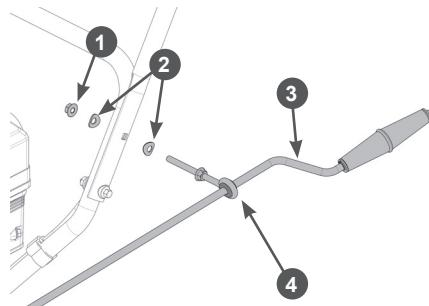

Рис. 13. Установка рычага управления поворотом жёлоба (сторона рукояток)
- Вставьте опорный кронштейн рычага в свободное отверстие на рукоятках, как показано на Рис. 13 и закрепите его с помощью гнутых шайб M8 и гаек M8, не затягивая гайку.